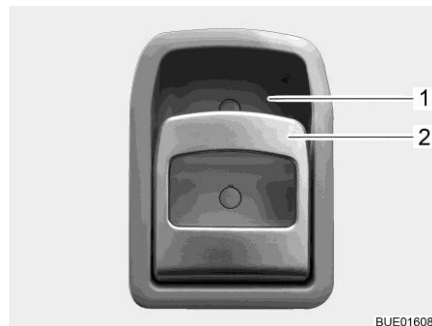

Fig. 69 Serratura della porta (porta di ingresso, lato interno)
- Tirare la maniglia (Fig. 69,2). La serratura della porta si sblocca o apre.
- Premere la maniglia (Fig. 69,2) in alto verso l'impugnatura (Fig. 69,1). La serratura della porta si blocca.